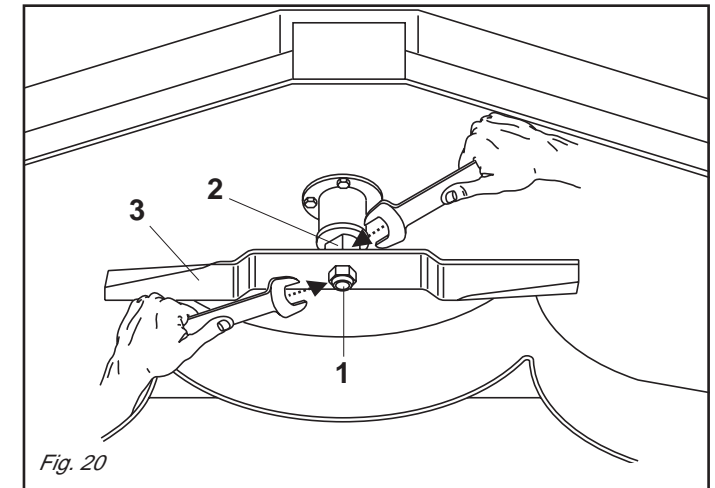

Fig. 20
- Per la versione «mulching» (Fig. 20), si ripetono le stesse operazioni.
- *For «mulching» version (Fig. 20) carry out same operation.*
- Für Version «Mulching» (Abb. 20) wiederholen dersebe Handlung.
- *Pour version «mulching» (Fig. 20) exécuter même opération.*
- Por version «mulching» (Fig. 20) efectuar misma operación.